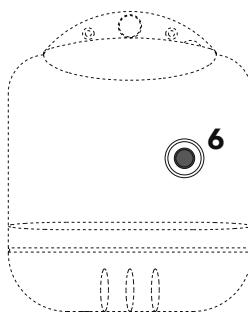

fig. 1
En caso de breves períodos de pausa, es suficiente intervenir en el interruptor **5** (fig. 1) en el cuadro de mandos, posicionándolo en "0".
- a Bloqueo del quemador (señalizado mediante el correspondiente chivato 6 (fig. 1)) Consultese el manual del quemador.